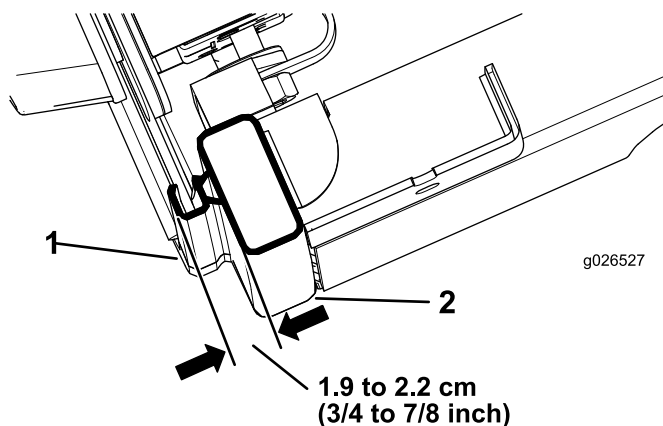

Figura 9
3. Feche completamente a porta e meça a altura do vedante hermético à superfície de vedação da calha da cabina e certifique-se de que a medição é entre 1,9 a 2,2 cm como se mostra na Figura 9.